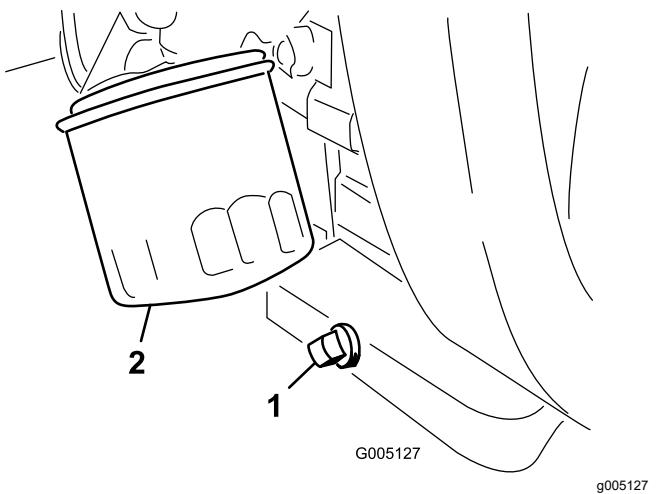

Figura 42
- Retire el tapón de vaciado (Figura 42) y deje fluir el aceite a un recipiente apropiado.
- Limpie las roscas del tapón de vaciado, aplique sellador de PTFE, e instale el tapón de vaciado (Figura 42).
- Retire el filtro de aceite (Figura 42).